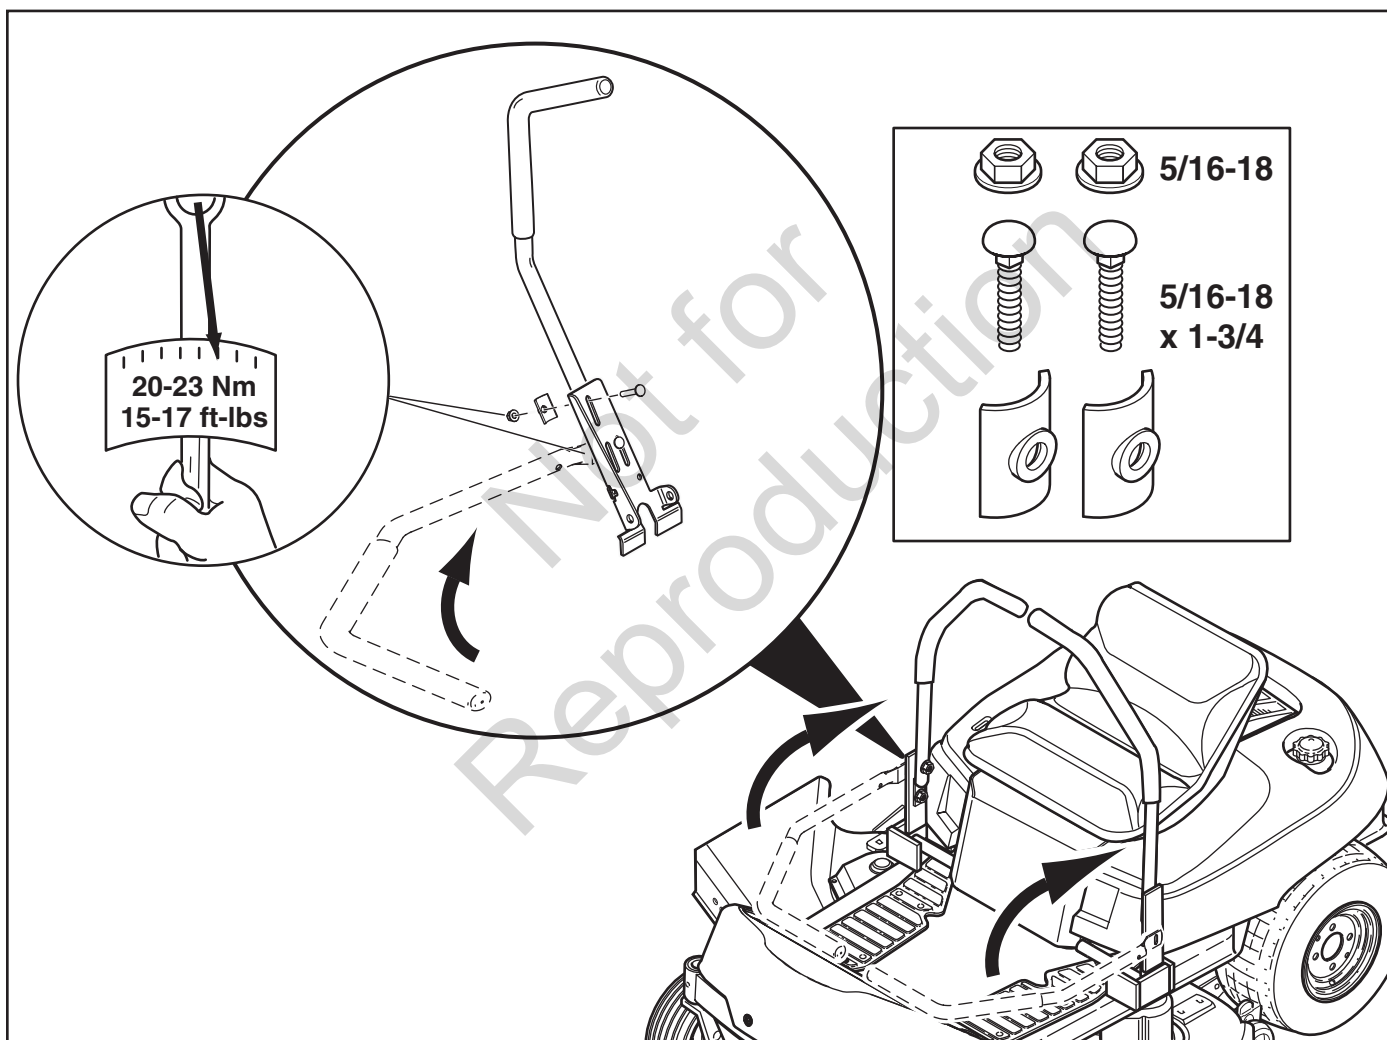

Figura 3. Montaje de las palancas de control de velocidad de desplazamiento
1. Afloje (no retire) los herrajes que sujetan a las palancas de control de velocidad de desplazamiento a sus bases (vea la Figura 3).
3. Instale los herrajes como indica la Figura 3. Apriete a 20-23 Nm (15-17 lbs-pies).